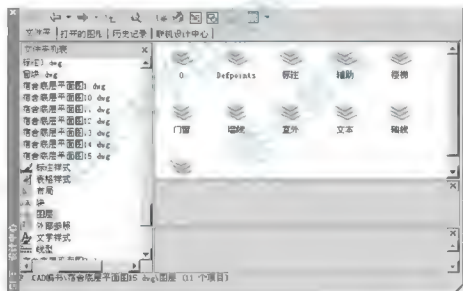

图 3.133 显示“底层平面图”中的图层
(4) 双击右侧的【图层】选项,出现“宿舍底层平面图.dwg”所包含的所有图层名称列表,如图 3.133 所示。